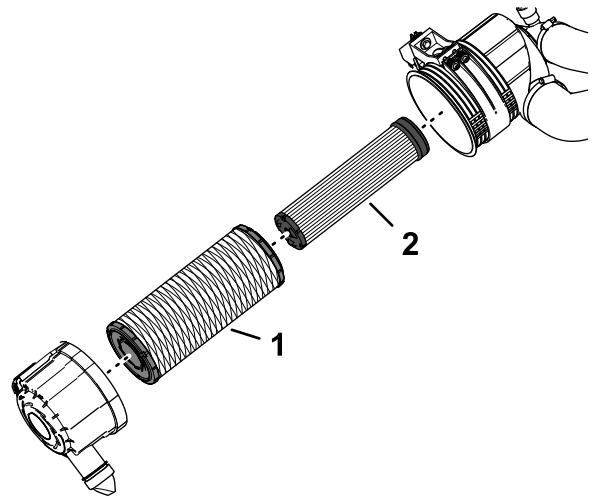

Figura 110
1. Compruebe el elemento del filtro de seguridad (Figura 110). Si está sucio, cámbielo.
Importante: No intente nunca limpiar el filtro de seguridad (Figura 110). Sustituya el filtro de seguridad por uno nuevo después de cada tres revisiones del filtro primario.